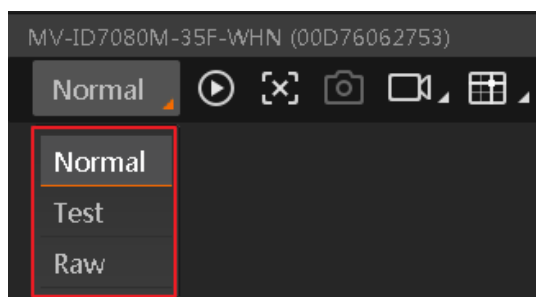

图3-7 运行模式设置
3. 通过“预览窗口”区域左上角下拉选择读码器的运行模式，运行模式分为 Test、Normal 以及 Raw 共 3 种，如图 3-7 所示，具体介绍详见 8 运行模式章节。